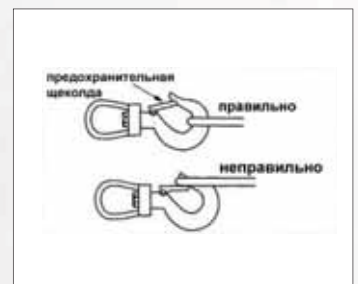

Рис.1
С использованием отводного блока передаточное число составляет 2:1. Нижний крюк крепится в отверстии на корпусе тали (рис. 1,2). Груз подвешен на крюк отводного блока. Таким образом, высота подъёма уменьшается в два раза, а грузоподъёмность увеличивается в два раза.
- Поскольку трос проходит через МТМ, то его длина неограниченна (см. рис. 1)